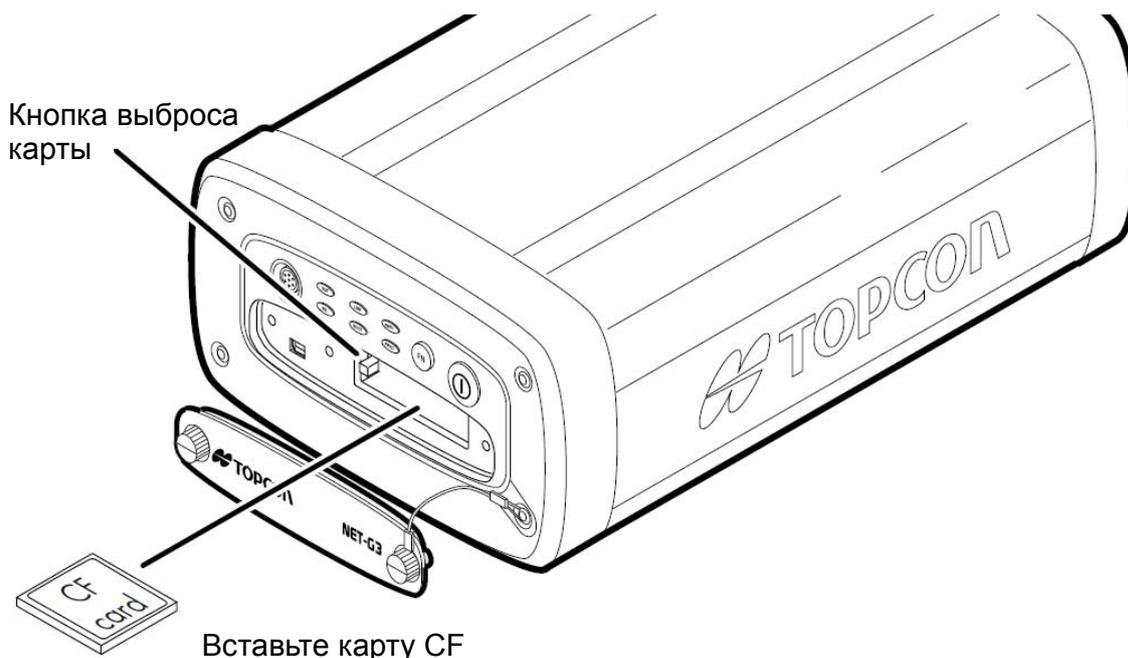

Рисунок 2-3. Установка CF карты
3. Аккуратно вставьте CF карту в разъем ярлыком вверх (см. рисунок 2-3 на странице 2-8).